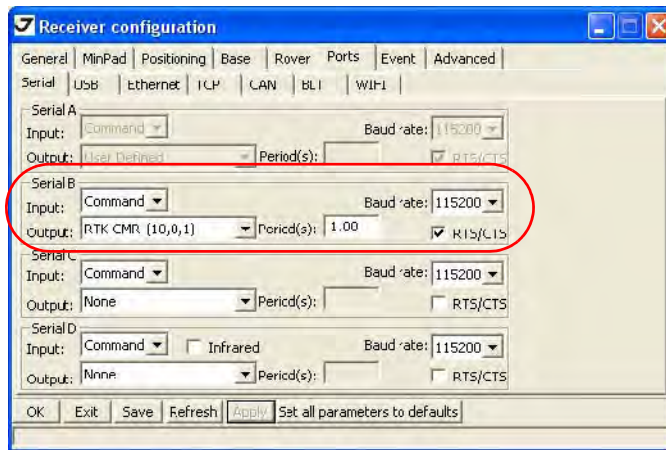

Рисунок 3-6. Закладка Ports
12. В закладке *Ports* установите для порта В *Output mode* в RTK CMR, нажмите *Apply*, а затем ОК (Рис. 3-6).
9. В закладке *Ports* поставьте для порта D *Output mode* в RTK CMR, нажмите *Apply*, а затем ОК (Рис. 3-6).